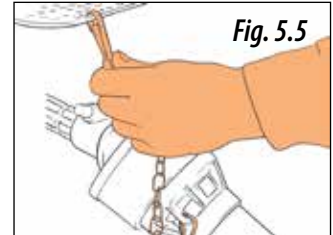

Fig. 5.5
- 5- Asegurar la cardán al tractor mediante la cadena de sujeción (Fig. 5.5).